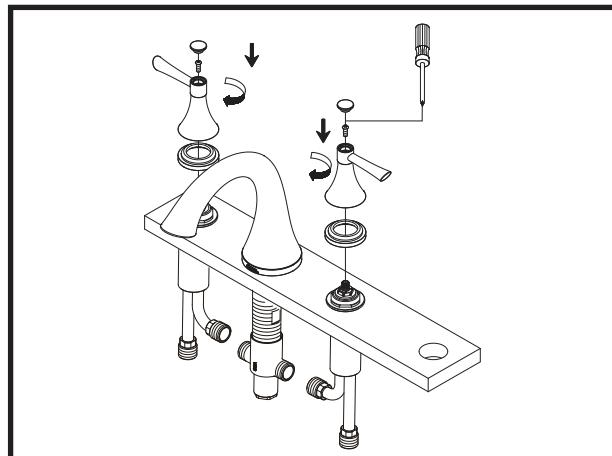

Figure 4-1
4. Screw escutcheon onto valve body until it is flush with the deck. Install handle, and tighten screw to valve stem(Fig 4-1).
Atornille el cubierta en el ensamblaje de la válvula hasta que quede al ras de la superficie. Instale la llave y ajuste el tornillo al vástago de la válvula(Fig 4-1).
Visser l'applique sur le corps du robinet jusqu'à ce qu'il soit à niveau avec le tablier. Installer la poignée et serrer la vis à la tige de soupape(Fig 4-1).